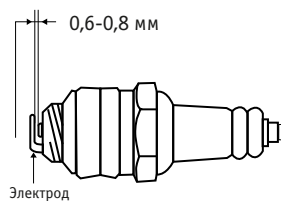

Рис. 15
3. Измерьте зазор между электродами специальным щупом. Исправьте при необходимости, сгибая боковой электрод. Зазор должен быть установлен в 0,6-0,8 мм (**рис. 15**).